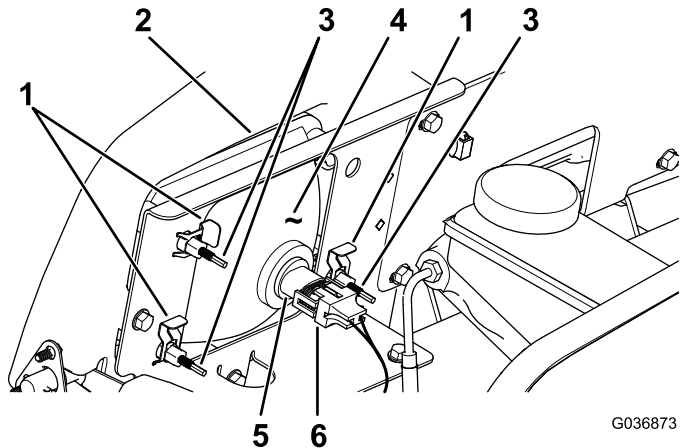

Figura 43
3. Desligue o conector elétrico para a cablagem do conector do conjunto da lâmpada (Figura 43).
4. Retire os cliques plásticos que fixam o farol ao respetivo suporte (Figura 43).
5. Retire o conjunto do farol movendo-o para a frente através da abertura no para-choques dianteiro (Figura 43).
6. Instale o novo farol através da abertura no para-choques (Figura 43).
8. Ligue o conector elétrico para a cablagem ao conector do conjunto da lâmpada (Figura 43).
2. Na parte traseira do conjunto de faróis, rode os parafusos de ajuste (Figura 43) para inclinar o conjunto dos faróis e alinhar a posição do feixe.